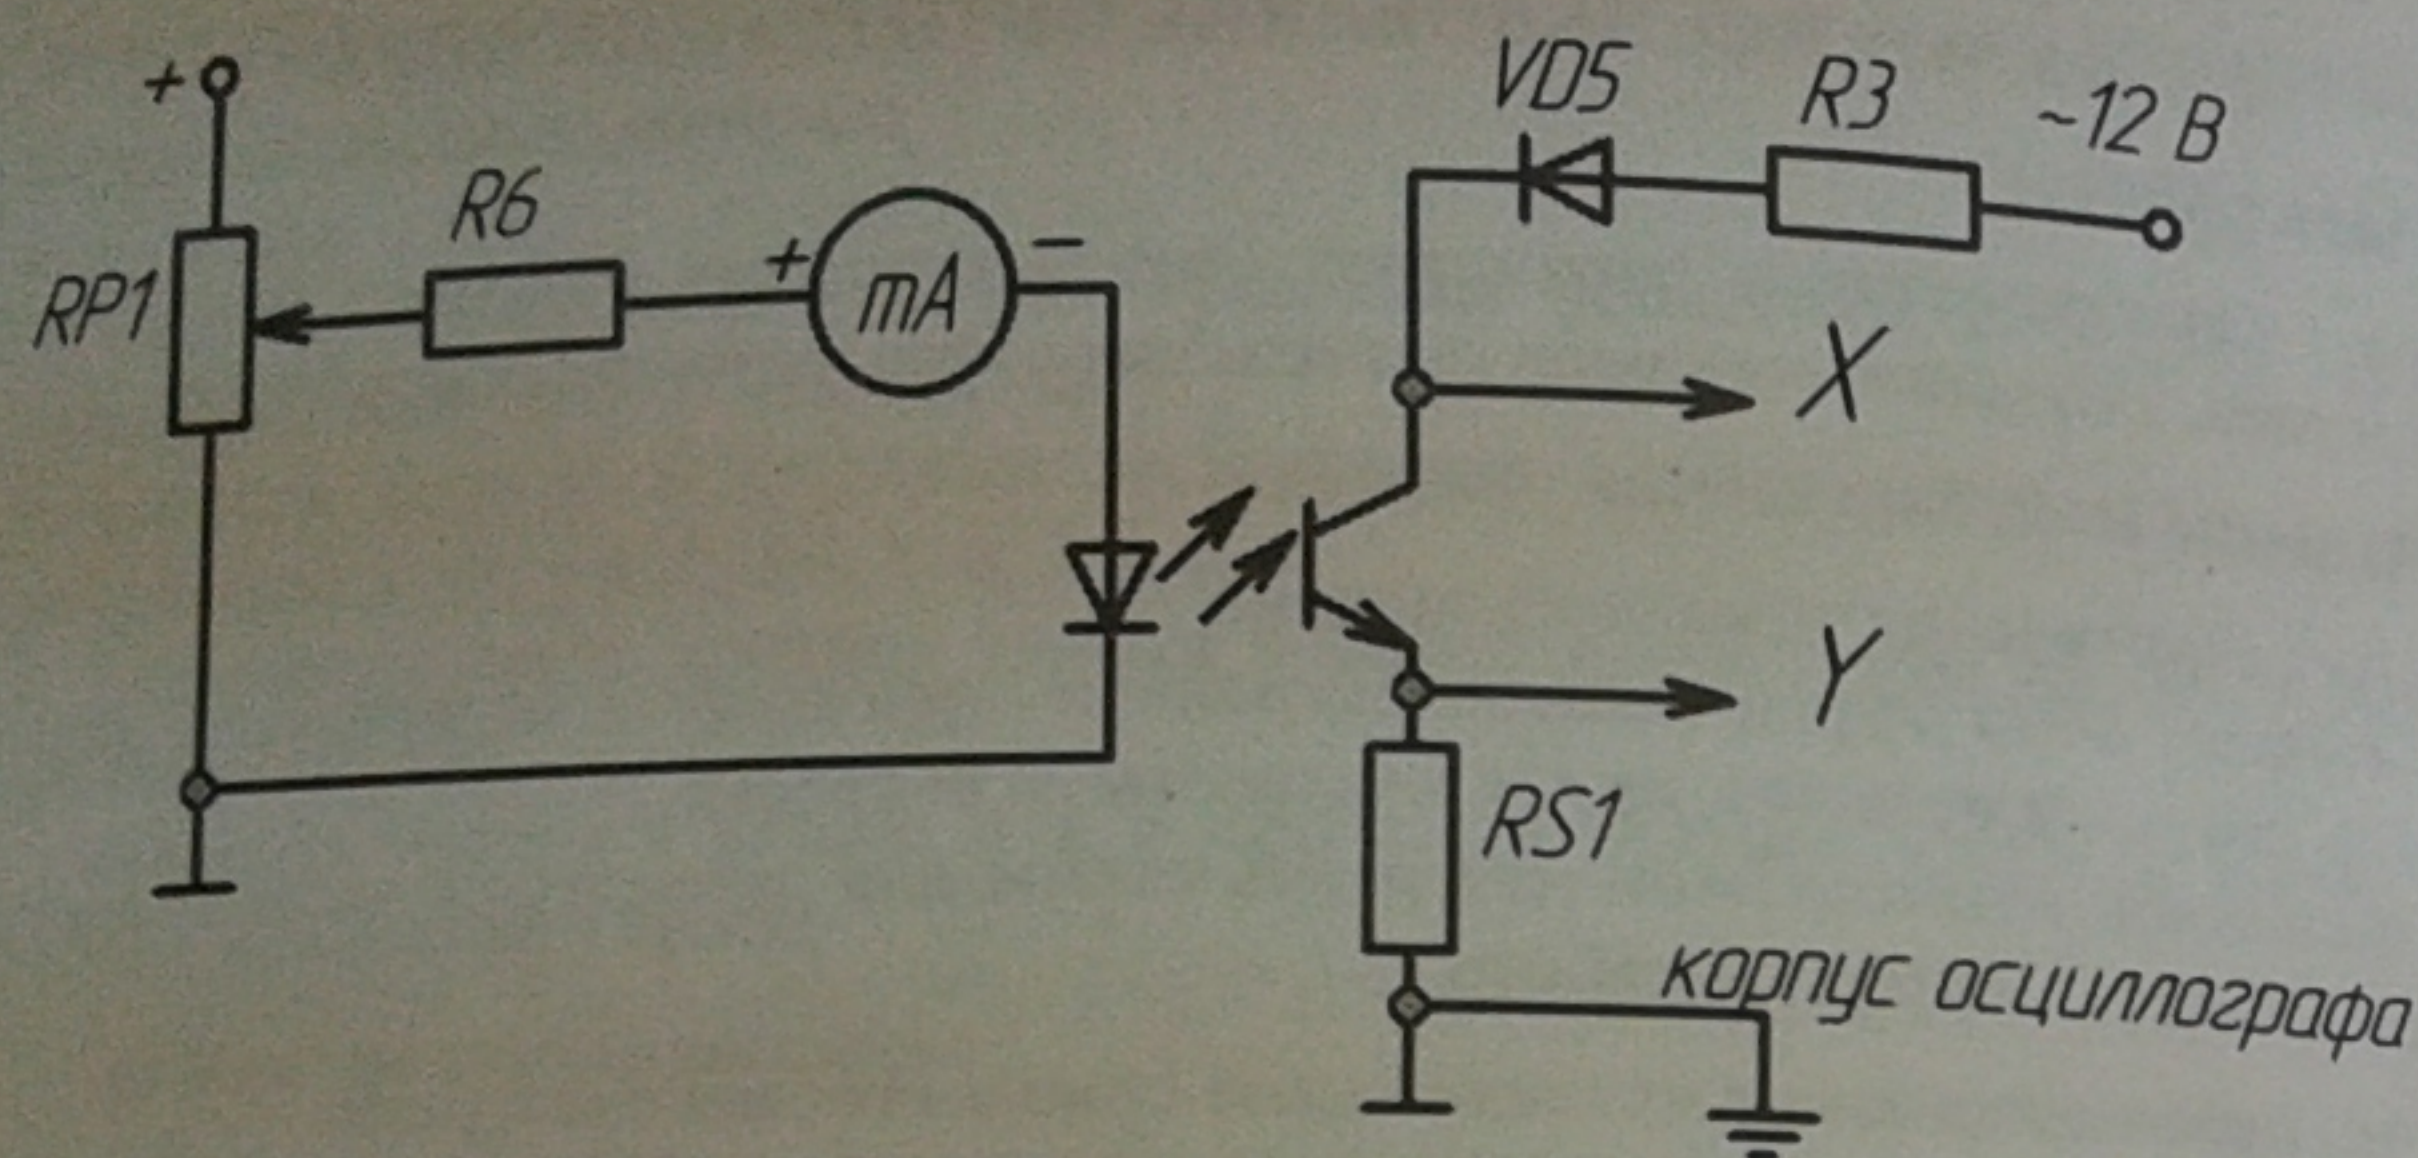

Рис. 2.
- в) собрать схему и снять с помощью осциллографа выходные ВАХ транзисторного оптрона (рис.2). Подключить входы осциллографа к соответствующим точкам схемы. Перевести переключатель развертки осциллографа в положение X/Y. Установить луч на экране осциллографа в левом нижнем углу. Установить потенциометр RP1 в крайнее левое положение. Включить питание модуля. Изменять входной ток от нуля до максимального значения, наблюдать семейство выходных характеристик; зарисовать на одном рисунке выходные характеристики для трех значений входного тока: $I_{вх} = 0$, $I_{вх} = 0,5I_{вх_макс}$ и $I_{вх} = I_{вх_макс}$. Записать масштабы по напряжению и току. Выключить тумблер «Питание».